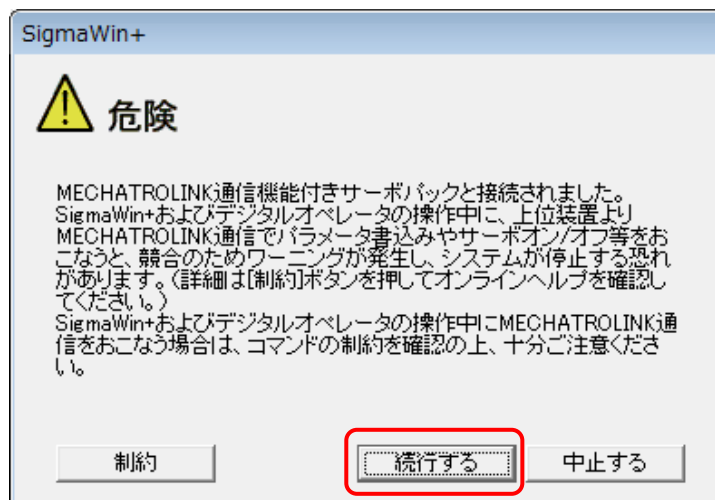

図 5-2-6. 警告メッセージ
- ⑨ 正常に接続されると、図 5-2-6 のような警告メッセージが表示されます。これは、MECHATROLINK-IIIで接続しているため、SigmaWin+での制御と、通常の制御が競合するため、装置が意図せず動作する可能性があることを注意する文章です。問題がなければ、「続行する」ボタンをクリックしてください。